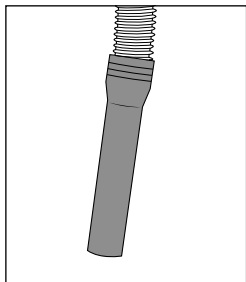

Fig. 9
- ◆ Utilizzare il flessibile di aspirazione 23 per aspirare le particelle di sporco più grandi (vedere fig. 9).